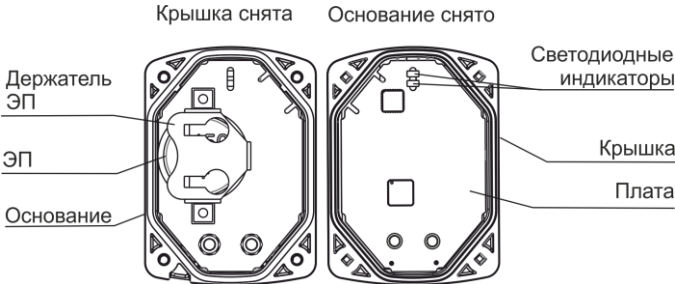

Рисунок 2
- 4.1 Извещатель состоит из съемной крышки, основания и платы с радиоэлементами (рисунок 2), ЭП из комплекта поставки установлен.